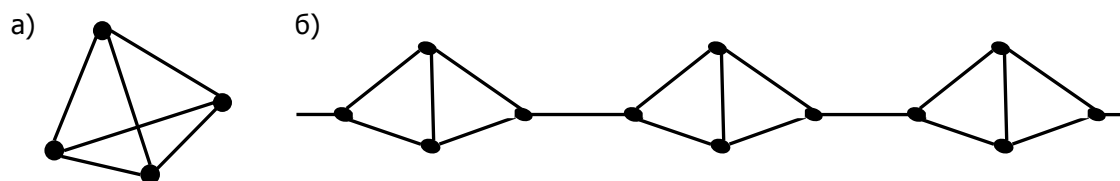

Рис. 5. Структуры молекул белого (а) и красного (б) фосфора.
му дает несколько аллотропных форм. Из них на практике чаще всего используются т.н. **белый** фосфор и **красный** (рис. 5).
Белый фосфор (желтоватое, мягкое, как воск вещество) получается при конденсации паров, образующихся по реакции (2), и состоит (как и пары при не очень высокой температуре) из тетраэдров P_4 (рис. 5а). Это **самые простые** молекулы, которые могут сформироваться при **трех** σ -связях у каждого атома.
Благодаря появляющимся при этом **неспаренным** электронам (на р-АО) тетраэдры связываются друг с другом. (Теперь они уже искажены, ибо в них углы между р-орбиталями гораздо ближе к 90° , а значит, состояние фосфора становится более устойчивым.) Так получаются **цепи** P_n (рис. 5б), т.е. формируется **волокнистая** структура – это красный фосфор (порошок фиолетово-кирпичного цвета).